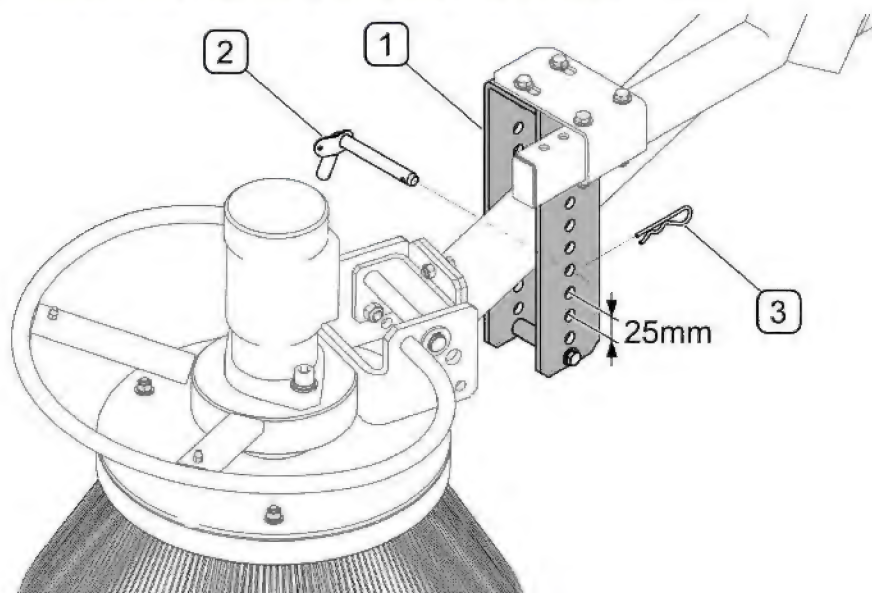

FIGURE 5.4A Réglage de pression de la brosse latérale
(1) - guidage du bras de la brosse; (2) - épinglette; (3) - goupille fendue de protection
Pour ajuster la pression de la brosse (FIGURE 5.4A) il faut retirer la goupille fendue (3) et changer le trou de fixation de l'épinglette (2) sur le support (1) et protéger avec la goupille fendue (3).